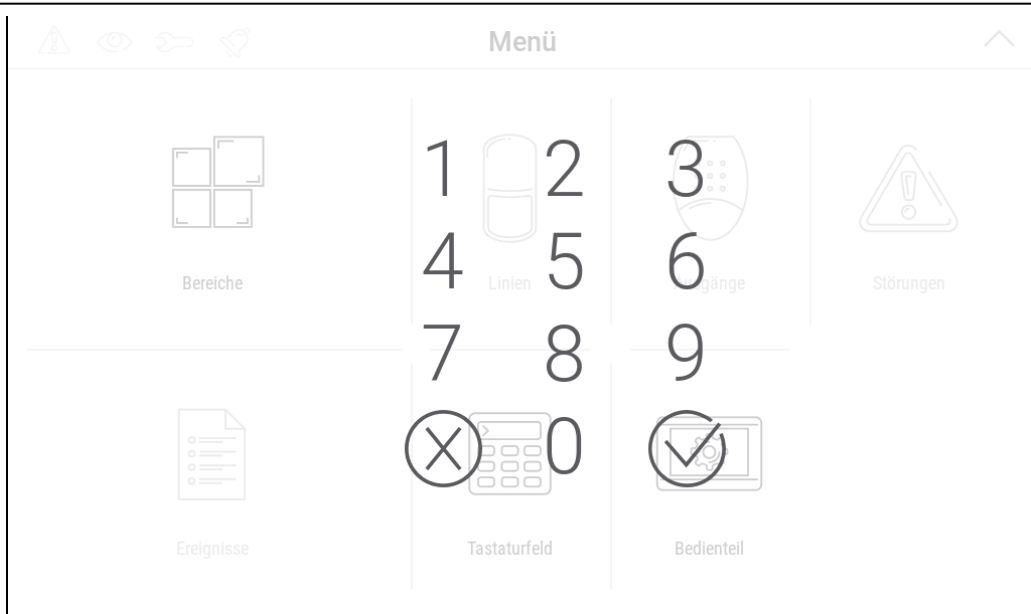

Abb. 8. Bildschirmtastatur.
2. Wischen Sie den Bildschirm nach oben. Es wird die Tastatur angezeigt (Abb. 8).